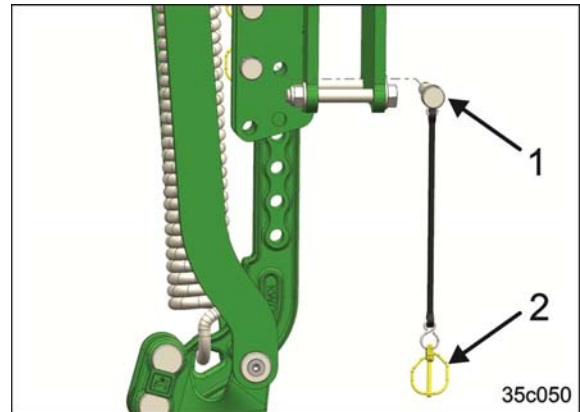

Fig. 123
1. Fjern låsesplinten (Fig. 123/2).
3. Fjern sikringsbolten (Fig. 123/1).
4. Sett traktorsporfresen med grepet i ønsket posisjon og fest den med sikringsbolter (Fig. 123/1).
5. Sikre sikringsbolten med låsesplint (Fig. 123/2).
4. Fjern traktorsporfresen på grepet fra mottaket til traktorsporfresen (Fig. 123/3).
- Sett traktorsporfresen med grepet i ønsket posisjon (Fig. 123/3).